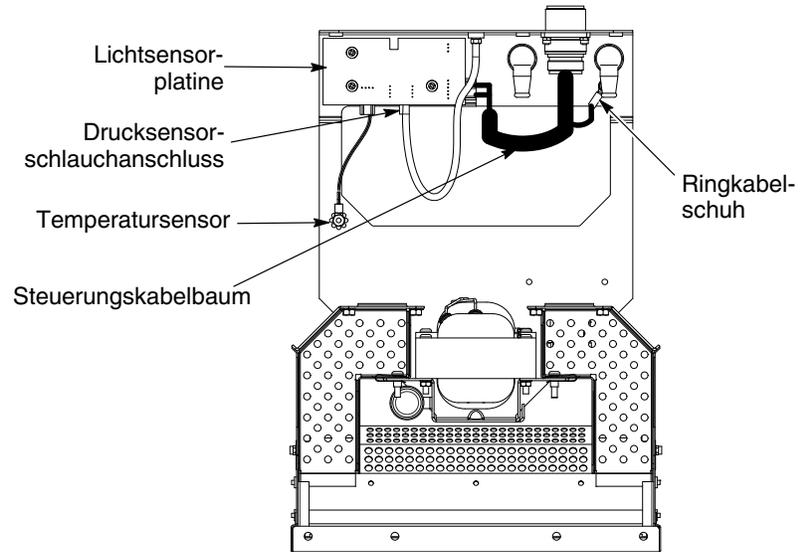

Abbildung 6-23 Ersetzen der Lichtsensorplatine (Abbildung zeigt Version mit externem Gebläse)
2. Siehe Abbildung 6-23. Den Kabelbaum des Temperatursensors, den Kabelbaum der Steuerung und den Drucksensorschlauch von der Lichtsensorplatine trennen.
Siehe Abbildung 6-23. Der interne Temperatursensor (Thermistor) kann auch separat ersetzt werden. Er besteht aus einem Kabelbaum mit zwei Kabeln mit Stecker und Ringkabelschuh. Der Thermistor ist mit dem Ringkabelschuh vergossen.